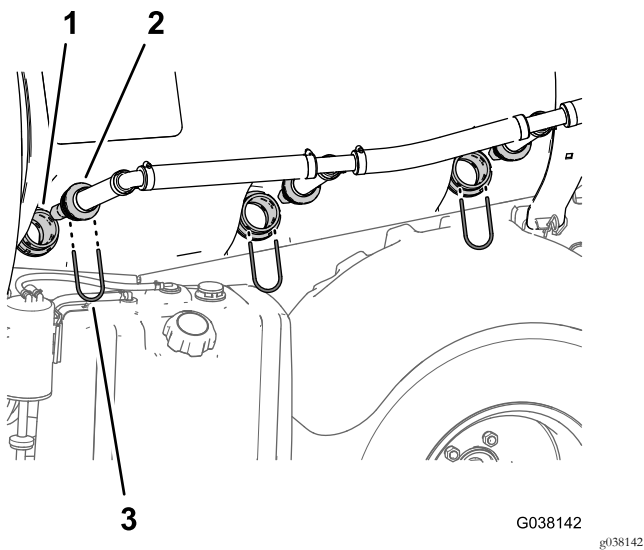

图20
1. 在药缸的左侧卸下将搅拌喷嘴固定至隔板接头的 3 个卡环 图20。
2. 卸下隔板接头上的搅拌喷嘴 图20。